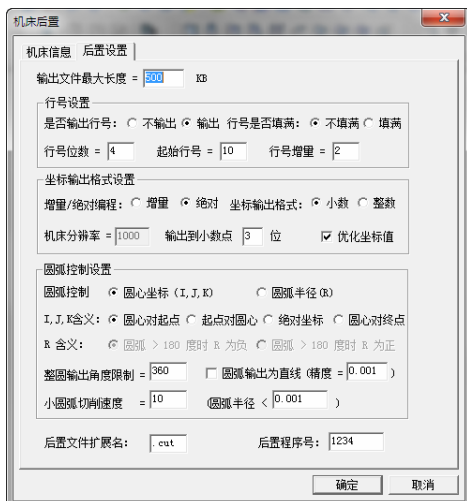

图 8-28 “后置设置”对话框
2) 选择“后置设置”选项卡, 根据当前的机床设置各参数, 如图 8-28 所示。